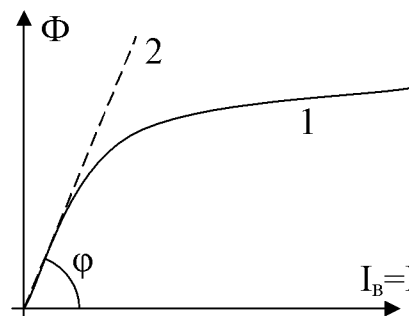

Рисунок 3.4 – Кривая намагничивания ДПТ ПВ
Можно применить формулы (4) и (5), но магнитный поток зависит от тока (см. рисунок 3.4), т.е.